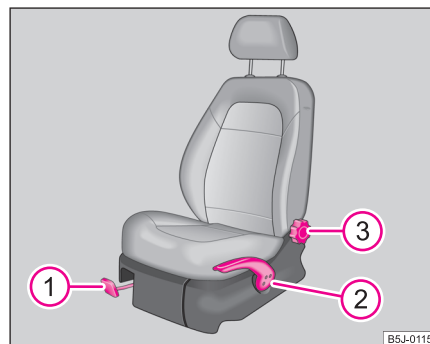

Fig. 49 Elemente de comandă pe scaun
- Se trage maneta ① ⇒ pagina 68, fig. 49 în sus și se deplasează scaunul în poziția dorită.
- Se eliberează maneta ① și se deplasează scaunul mai departe, până când se blochează.